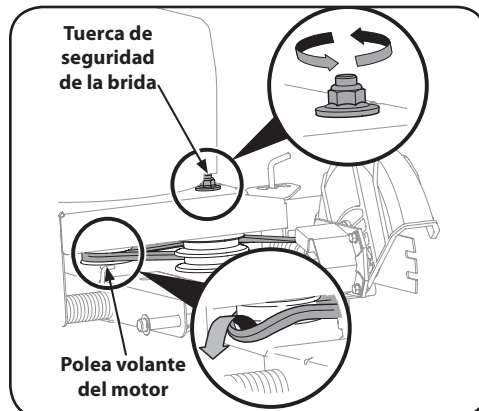

Figura 5-3
**NOTA:** Para ayudar a armar nuevamente, observe la orientación de la correa de transmisión sobre las dos poleas locas y la polea volante del motor antes de realizar los siguientes pasos. Vea la Figura 5-3.
- Trabajando delante de la bordeadora, afloje la tuerca de seguridad con brida que está sobre el bastidor, permitiendo que el conjunto de la polea loca gire levemente fuera del bastidor. Vea la Figura 5-3.
- Con la otra mano, alcance cuidadosamente debajo de la parte posterior de la unidad y extraiga la correa de alrededor de la polea volante del motor. Vea la Figura 5-3.